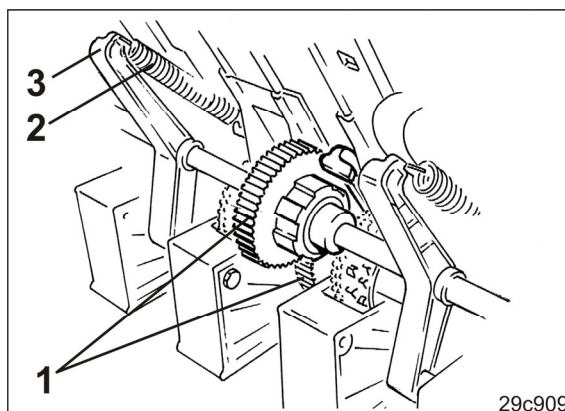

Fig. 131
15. Engranar los dientes (Fig. 131/1) del acoplamiento por resorte abrazador y el engranaje recto del eje de sembrado.
16. Enganchar los resortes de tracción (Fig. 131/2) a los cojinetes giratorios (Fig. 131/3).